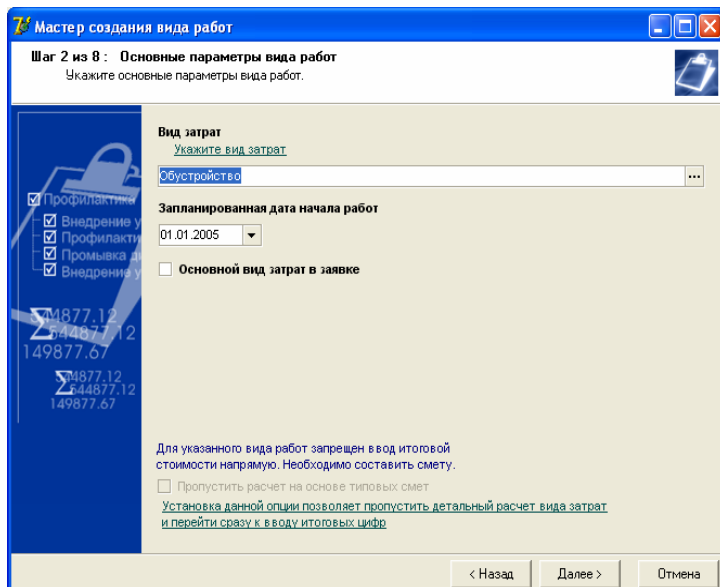

Рисунок 1.53.
**Внимание:** Если Вы выбрали вид затрат, для которого в справочнике видов затрат проставлен флажок в поле-опции «Использовать только расчет по смете» (см. п. 1.2. отдельной документации «Справочники, используемые при работе с журналом заявок»), то окно мастера примет вид, представленный на рис.1.53, и возможность пропустить расчет на основе типовых смет (**способ 1**) будет недоступна.